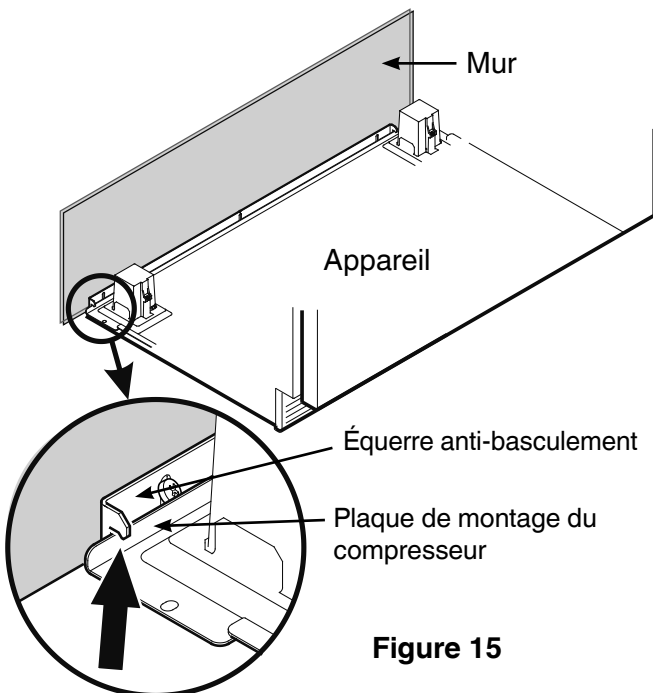

Figure 15
4. Pousser lentement l'appareil vers le mur arrière jusqu'à ce que la plaque de montage du compresseur soit en contact avec l'équerre antibasculement (Figure 15).
Afin d'éviter que l'appareil ne bascule vers l'avant, la plaque de montage du compresseur doit être en contact avec l'équerre antibasculement (Figure 15).